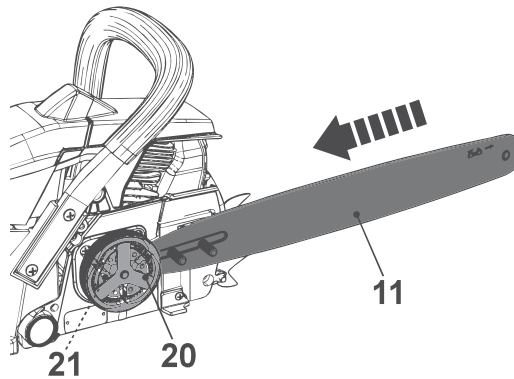

Fig. 3
4. Presione la espada (11) a la izquierda hacia el engranaje de transmisión (21) detrás del embrague (20) (Fig. 3).